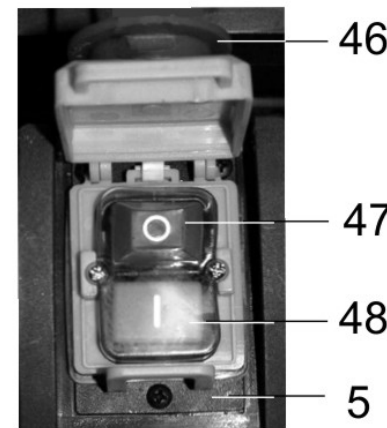

Рис. 19
10.2. Включение (Рис. 19)
10.2.2. Как показано на Рис. 19, для включения машины откройте крышку (46), нажмите на кнопку включения (48).